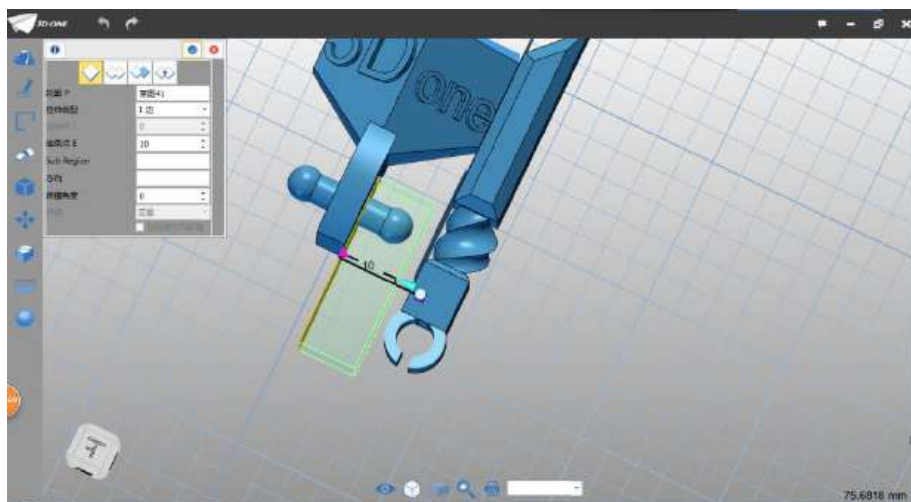

图 4-3
Step 3 点击确定，选择拉伸命令，拉伸类型选择 1 边，结束点设为 10，布尔运算选择基体，如下图 4-3 所示：